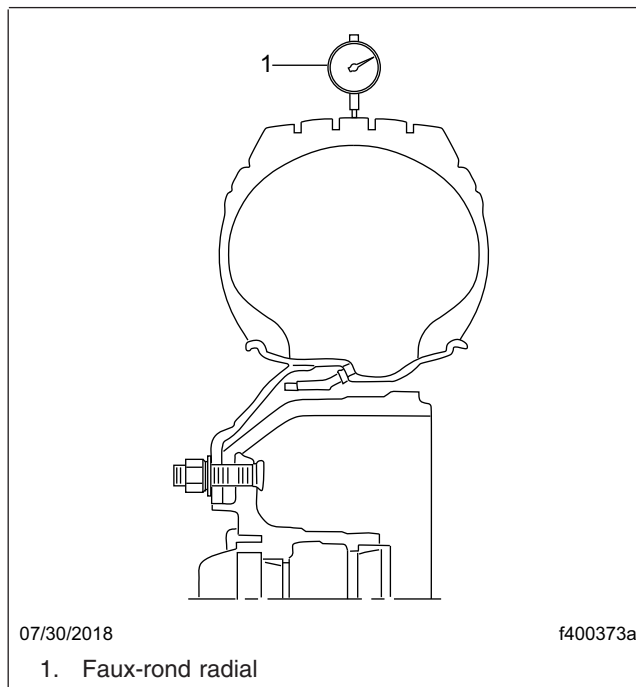

Fig. 11, Vérification du faux-ronde radial des roues
4. En commençant par la roue avant droite, utilisez une jauge de contrôle de voile pour contrôler le faux-rond radial. Reportez-vous à la **figure 11**. Notez la mesure en vue d'une utilisation ultérieure, afin d'éviter toute réclamation concernant les vibrations.